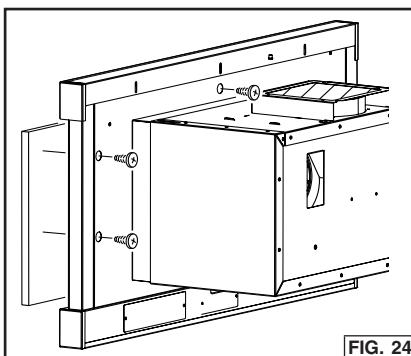

FIG. 24
2. Fije el panel al panel frontal de las campanas para cocina con tornillos de tamaño apropiado. Fig. 24.